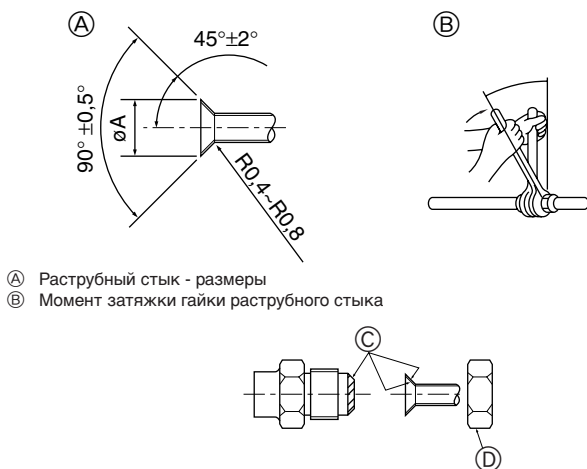

Fig. 4-2
(A) (Fig. 4-2)
(B) (Fig. 4-2)
4.2. Соединение труб (Fig. 4-2)